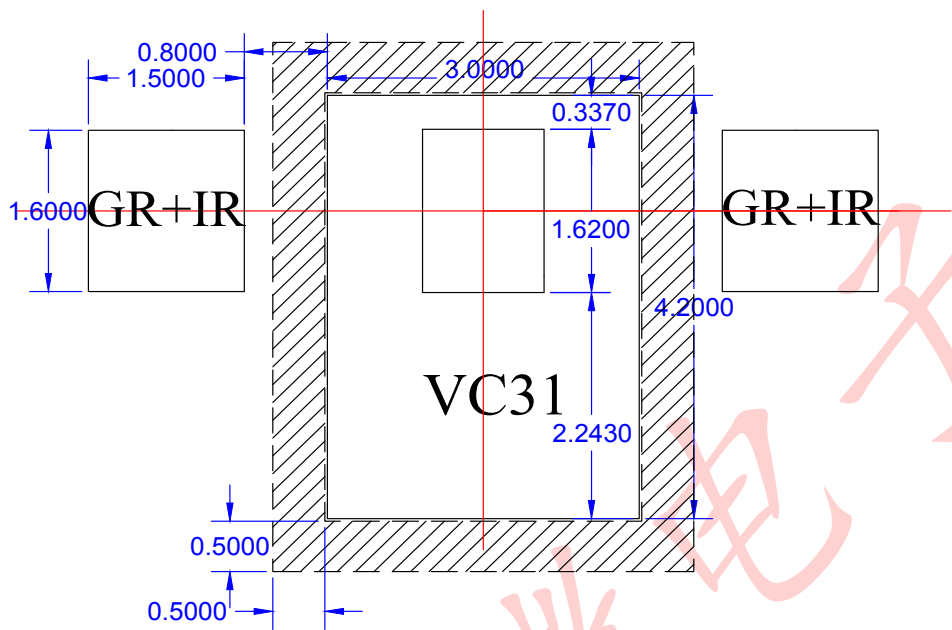
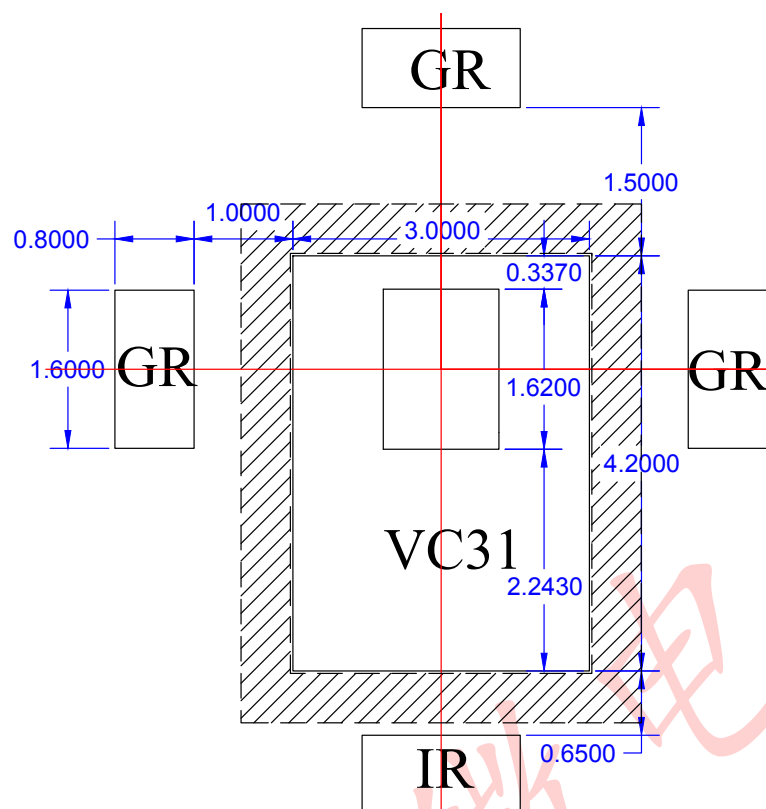
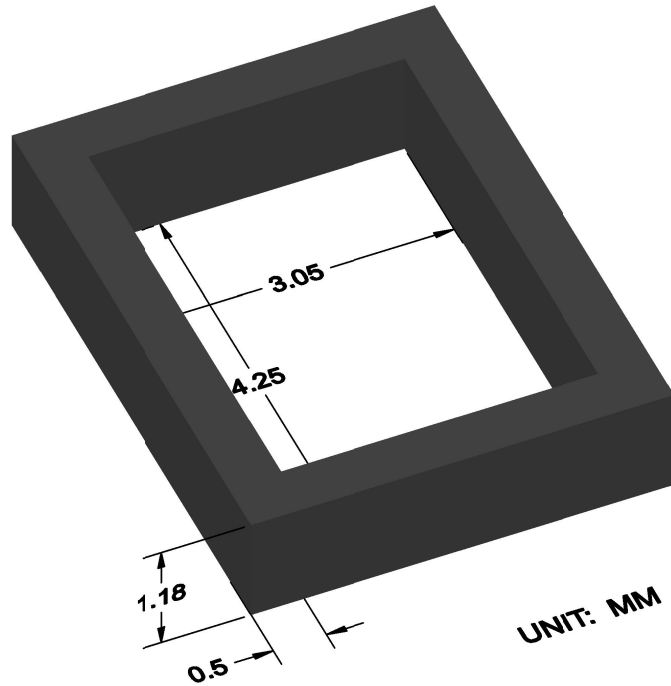

图 5 推荐方案一 2*IG_LED 布局及尺寸
图 7 推荐方案二 3*GR_LED+IR_LED 布局及尺寸
图 9 硅胶框隔光辅料尺寸图
- b、图 5、图 7 中 VC31 周围的黑色虚线框为我司开模设计的硅胶框隔光辅料，隔光辅料尺寸如上图 9 所示，硅胶框应轻度挤压，以保证隔光的效果；
- 4、图 5 所示 VC31 两边的 LED 为我司定制的 IR 与 GR 合封的 LED，要求设计时将绿灯置于靠近 VC31 一侧；